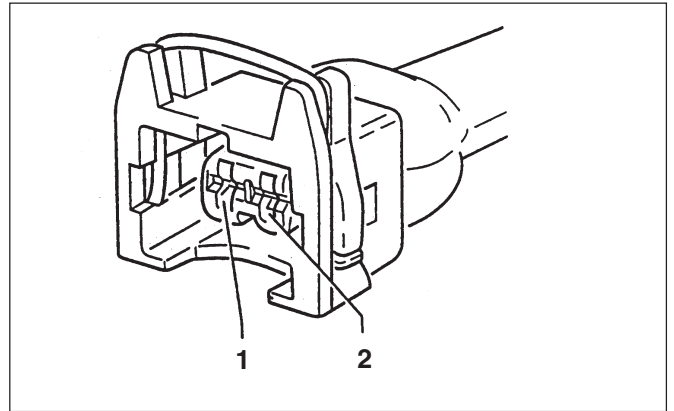

Abb. 5
- Spannung zwischen den Kontakten und der Motor-masse messen (siehe → Abb. 5).
- Da die Pinbelegung des Steckers am EPW unterschiedlich ist, muss zunächst festgestellt werden, an welchem Kontakt die Spannungsversorgung anliegt (siehe → Abb. 5).